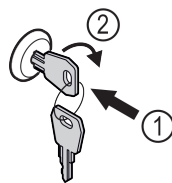

Fig. 162 Ενδεικτική απεικόνιση
- Πιέστε μέσα το κλειδί Fig. 162 (1).
- Περιστρέψτε το κλειδί 90° δεξιόστροφα Fig. 162 (2).